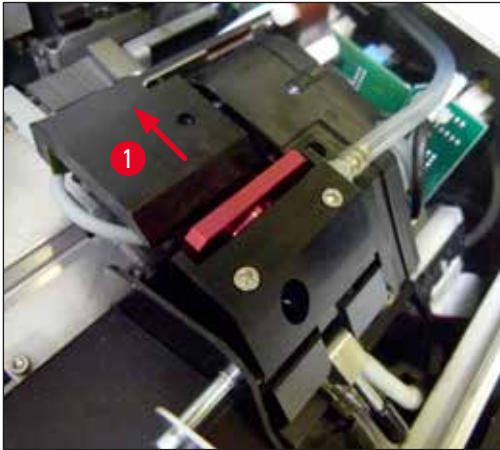

Fig. 54
2. El cabezal de impresión (→ "Fig. 54-1") se desplaza hacia arriba hasta quedar aprox. a 1 cm de la faldita obturadora (→ "Fig. 54").